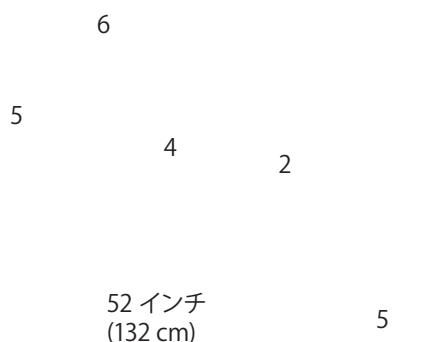

図48
4. 前輪の前と後ろで、左右のタイヤの中央線間距離を測る(図48)；計測はアクスルの高さで行う。前輪の後ろで、アクスルの高さで測定を行うには市販または手製のトーイン測定器が必要となる。前後の計測と
も同じ道具を使用し、アクスルの高さで正しく測定すること(図48)。前後の計測値が同じか、前での測定値が0~6 mm 小さければよい。